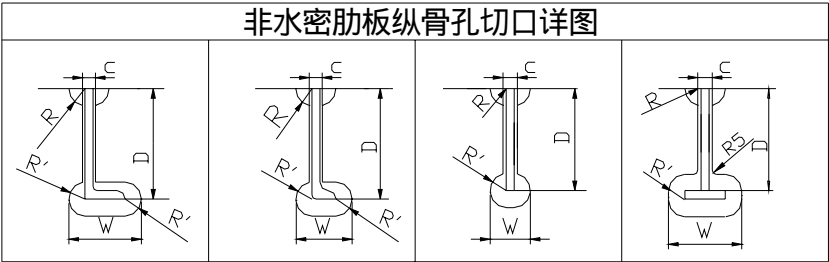

图 3 肋板的切口尺寸
5.4.2 肋板切口如图 3 所示，切口尺寸  $c$  应根据穿过的纵骨档数确定：